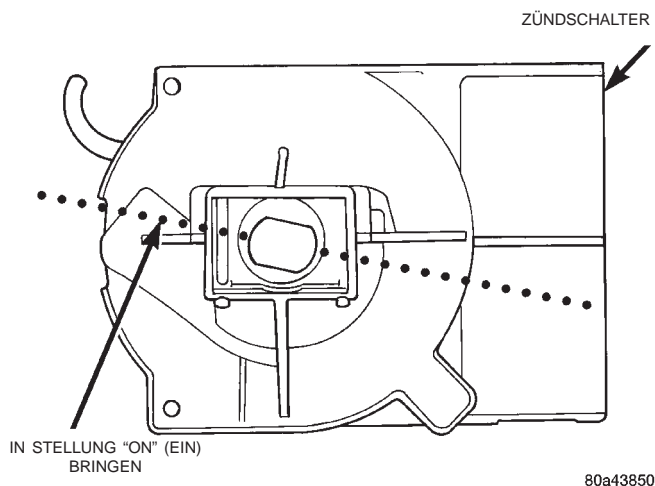

Abb. 42 Zündschalter in Stellung "ON" (Ein)
(1) Vor dem Einbau den Schlitz im Zündschalter in Stellung "ON" (Ein) bringen (Abb. 42).
(2) Die beiden Steckverbinder auf der Rückseite des Zündschalters anschließen. Darauf achten, daß die Sperrlaschen korrekt an den Steckverbindern einrasten.
(3) Zündschalter an der Lenksäule ansetzen und mit der Torx-Schraube befestigen. Schraube mit einem Anzugsmoment von 3 N·m (26 in. lbs.) festziehen.
(4) Die untere Lenksäulenabdeckung anbauen.